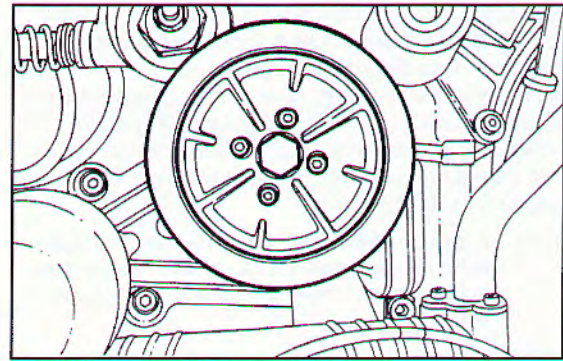

Fig. 328 ▲
- montare la puleggia accostando le quattro viti a brugola e la vite centrale di fissaggio (**Fig. 328**);
- mount the pulley, putting in four Allen screws and the central mounting screw (**Fig. 328**);